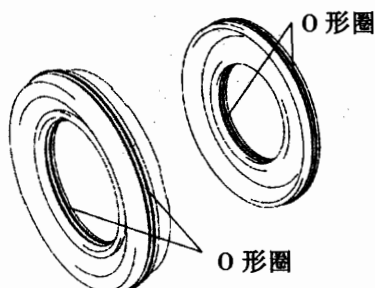

图 12-1-70
(1) 安装 4 号制动活塞。如图 12-1-70 所示, 在两个 O 形圈上涂抹 ATF, 然后将其安装到制动器的冲套筒上。将 ATF 涂到两个新 O 形圈上, 然后将其安装到 4 号制动活塞上。将 4 号制动活塞安装到反冲套筒上。